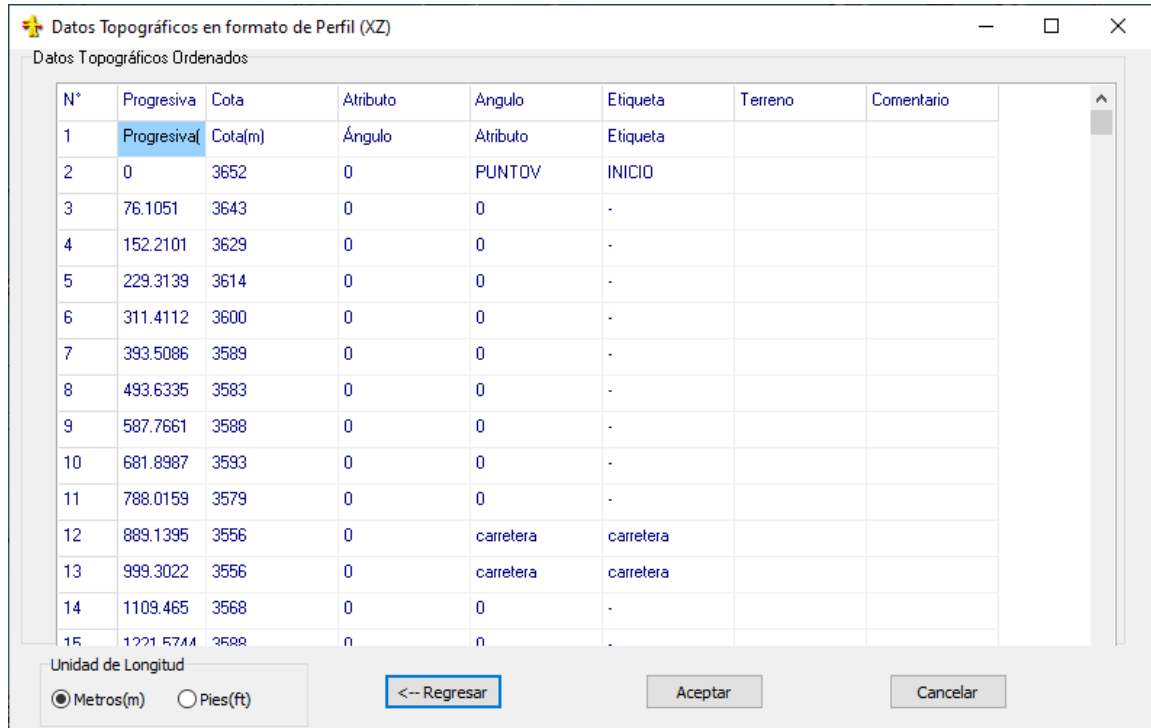

Fig. 3.10
- Terminado el procedimiento anterior, presionar <Continua--> y se mostrará una ventana con los datos adecuadamente ordenados. En caso hubiera algún mensaje de error presionar el botón <--Regresar> y verificar el ordenamiento indicado. En caso de no haber mensajes de error presionar <Aceptar>, con lo cual se concluye el procedimiento de carga de datos topográficos (Ver Fig. 3.10).